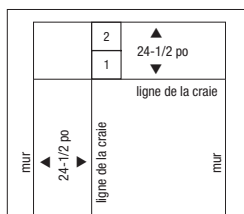

Figure 8
- Poser le second carreau en avant du premier carreau, pour laisser 13 mm (1/2 po) à partir du mur de départ. Enclencher doucement la languette et la rainure entre le premier carreau et le deuxième (Figure 8).
- Vérifier que les deux carreaux sont correctement alignés avec la ligne tracée, pour que la zone de départ soit bien d'équerre (Figure 8).